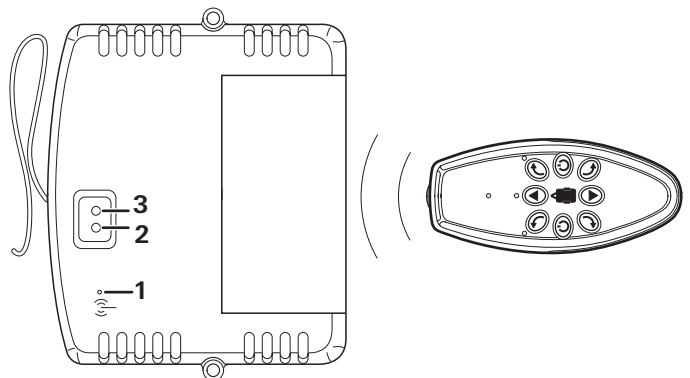

Figura 12
- Pulsar el botón de restablecimiento (figura 12 - 1) del mando con un objeto fino. Puede utilizarse la antena del mando.
El LED verde y rojo (figura 12 - 2/3) del mando parpadean ahora alternativamente.